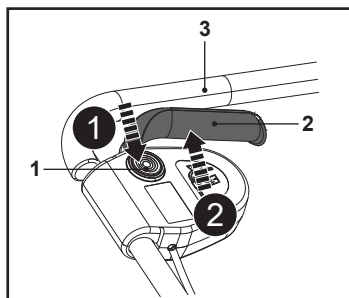

Fig. 13
1. Se tenir derrière le guidon (3).
2. Tout en maintenant l'interrupteur de sécurité (1) enfoncé (Fig. 13, étape 1), tirer les leviers de démarrage (2) vers le guidon (3) et les maintenir dans cette position (Fig. 13, étape 2).
3. Une fois la tondeuse à gazon démarrée, relâcher l'interrupteur de sécurité (1).